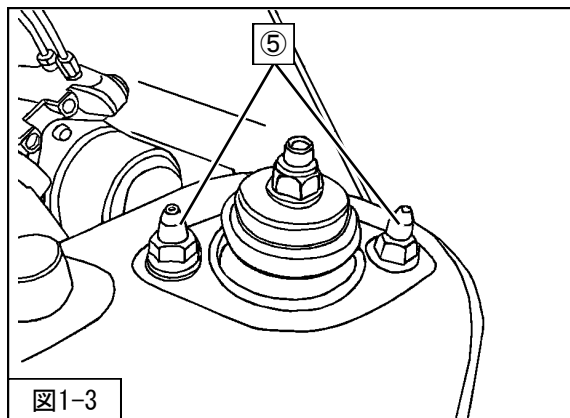

図1-3
5. ⑤フロントサスペンションASSYアッパー取付ナットを取外してください。（図1-3）